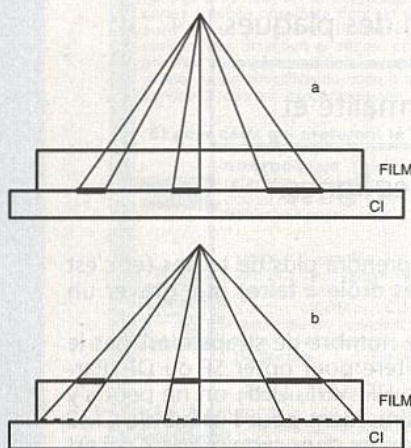

Figure 1.
La figure 1 illustre ceci simplement. On a exagéré volontairement l'épaisseur du support et de la couche afin de présenter les deux cas. En a, la couche est tournée contre la plaque photosensible et les rayons de la source lumineuse (malgré le fait qu'ils ne sont pas parfaitement perpendiculaires au film) ne peuvent entraîner de déformations très sensibles au moment du report. Toutefois elles existent, et c'est la raison pour laquelle les machines à insoler professionnelles ont une grande distance source lumineuse - document. Sur une SERIPHO 50 x 65, il y a environ 80 cm entre les lampes UV et le châssis d'insolation.
On les utilise le plus souvent selon un schéma inspiré de la **figure 1**, qui suppose la création d'un point commun (masse ou Vcc) entre tout ou partie des interrupteurs.
■ Figure 1